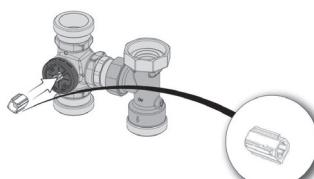

Fig. 18
4. Montați adaptorul (3) (fig. 18) servomotorului pe axul ventilului de amestec.
5. Așezați adaptorul astfel încât aripoara lungă a acestuia să fie orientată în jos (fig. 18).